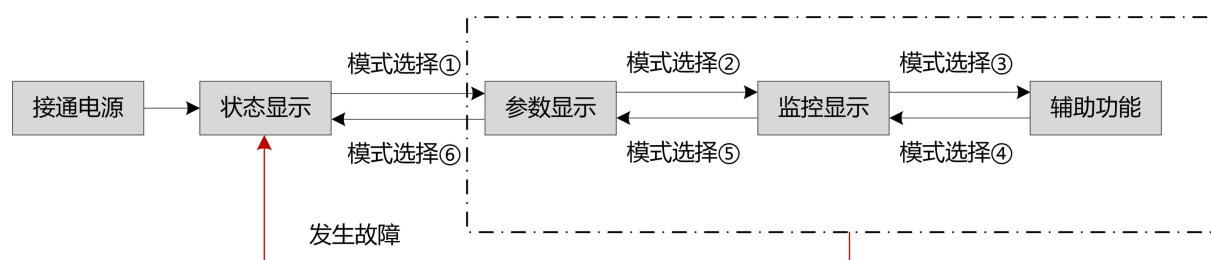

图 9-y. 面板操作逻辑流程图
- 按“M”键可以在不同模式间进行切换,切换条件如图 9-y 所示。
- 模式切换①：伺服状态显示进入参数显示状态（查看或设定 P 组参数）
- 模式切换②：参数显示状态进入监控显示状态（查看 D 组变量值）
- 模式切换③：监控显示状态进入辅助功能界面（可通过面板执行辅助功能）
- 模式切换④：辅助功能界面进入监控显示状态（查看 D 组变量值）
- 模式切换⑤：监控显示状态进入参数显示状态（查看或设定 P 组参数）
- 模式切换⑥：参数显示状态进入伺服状态显示（查看伺服当前状态）